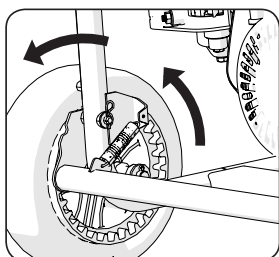

Fig 3
- Controllare il funzionamento del freno applicandolo e rilasciandolo più volte; girare le ruote durante le applicazioni. Il freno deve bloccare entrambe le ruote in modo sicuro. (Fig. 3)